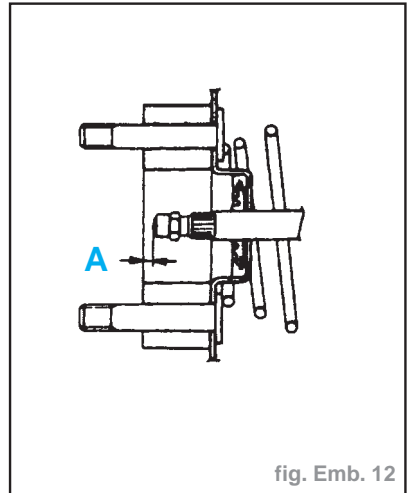

fig. Emb. 12
- Longueur de la tige de sortie (fig. Emb. 12) :